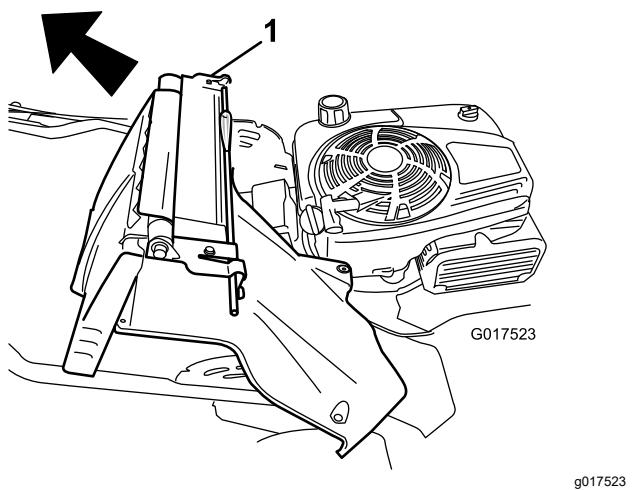

Figura 34
7. Retire el deflecto trasero y la palanca de bloqueo del manillar (Figura 34).